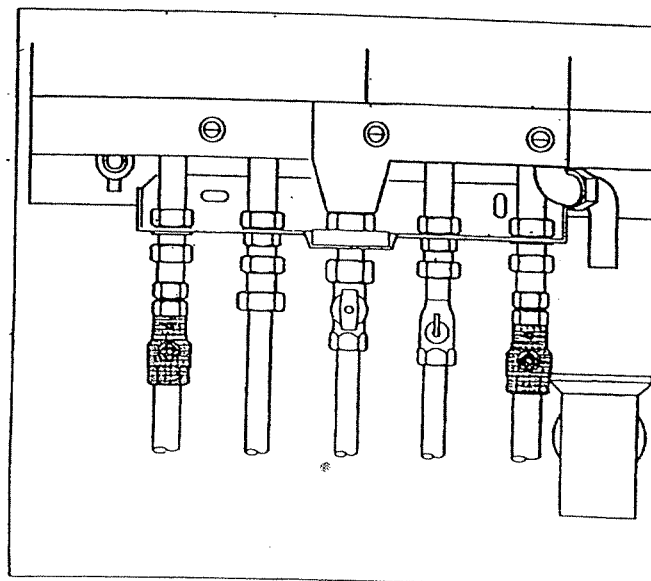

Fig. 19 Rubinetti di manutenzione
- ♦ Aprire le valvole dei raccordi di mandata e ritorno (Fig. 19).